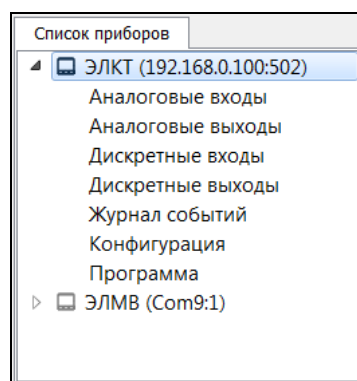

Рисунок 3 – Пример отображения списка приборов в главном окне программы «Конфигуратор»
Список приборов в главном окне программы содержит полный список устройств (в т.ч., контроллеров телемеханики ЭЛКТ), доступных в ПО «Конфигуратор» для конфигурирования или изменения/просмотра текущего состояния устройства (см., например, Рисунок 3).
3.4.5.1 Для настройки основных параметров функционирования интерфейсов RS485 контроллера телемеханики ЭЛКТ необходимо в ПО «Конфигуратор», находясь в разделе «Конфигурация» соответствующего прибора ЭЛКТ, в основной области отображения/ввода информации главного окна выбрать пункт меню «Интерфейсы RS-485», при этом на экран в основной области отображения/ввода информации главного окна программы будет выведена экранная форма «Интерфейсы RS-485» для настройки основных параметров функционирования интерфейсов RS-485 контроллера (см. ниже Рисунок 3).
1) Режим работы интерфейса RS485 (графа «Режим» таблицы экранной формы «Интерфейсы RS485» – см. Рисунок 3). Для задания режима работы соответствующего интерфейса RS485 необходимо в таблице экранной формы «Интерфейсы RS485» в графе «Режим» в строке, соответствующей требуемому интерфейсу RS485 контроллера, выбрать режим работы интерфейса («МЭК 60870-5-101», «Modbus RTU» или «Modbus RM»).
Рисунок 3 – Выбор пункта меню «Интерфейсы RS-485» в основной области отображения/ввода информации главного окна и примерный вид основной области отображения/ввода информации главного окна после выбора указанного пункта меню